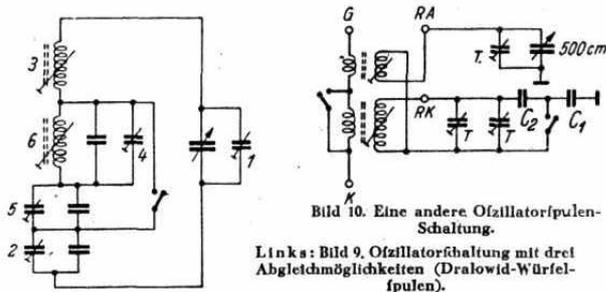

Bild 10. Eine andere Oszillatoripulens- Schaltung.
grundsätzlich folgende Reihenfolge eingehalten werden: Bei einer höheren Frequenz des Mittelwellenbandes (kleine Welle) wird der Trimmer (1) eingestellt (Skaleneichung!) und die Vorkreistrimmer nachgeregelt (günstige Frequenz etwa 1300 kHz); dann wird bei einer niedrigen Frequenz (längeren Welle) der Serienkondensator (2) so gestellt, dass die Eichung stimmt und die Vorkreisinduktivitäten abgeglichen (günstige Frequenz etwa 600 kHz). Schließlich wird bei einer mittleren Frequenz — unter leichtem Hin- und Herdrehen des Abstimmgriffs, um das Optimum zu suchen, mittels 3 die Oszillatorinduktivität nachgestellt. Da alle drei Regler untereinander abhängig sind, ist hier, genau wie bei den anderen Abgleicharten, der Abgleich an den einzelnen Punkten mehrfach zu wiederholen, bis sich keinerlei Verbesserung mehr feststellen lässt. Ganz ähnlich wird man bei der Oszillatorfaltung nach Bild 10 bzw. 11 (vergl. FUNKSCHAU-Spulentabelle) vorgehen, wenn man, wie dort empfohlen, auch die Serienkondensatoren verstellbar macht.